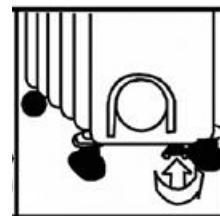

Abb. 4
- Mit einer Flügelmutter den Bügel ordentlich anziehen (Abb. 4), sodass das Gerät stabil ist und kein Umstürzen droht.